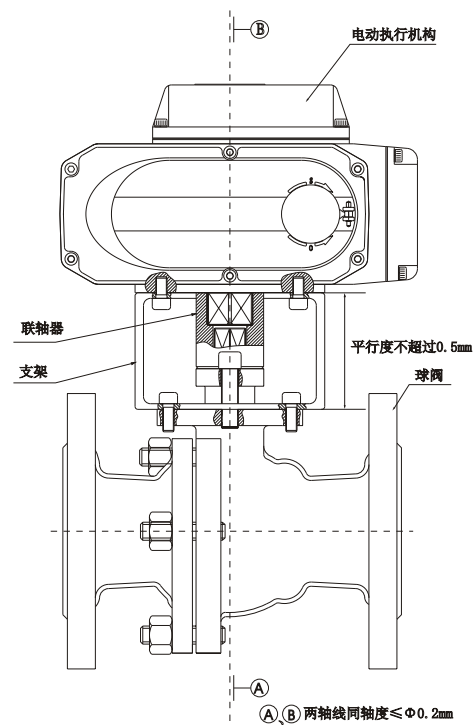
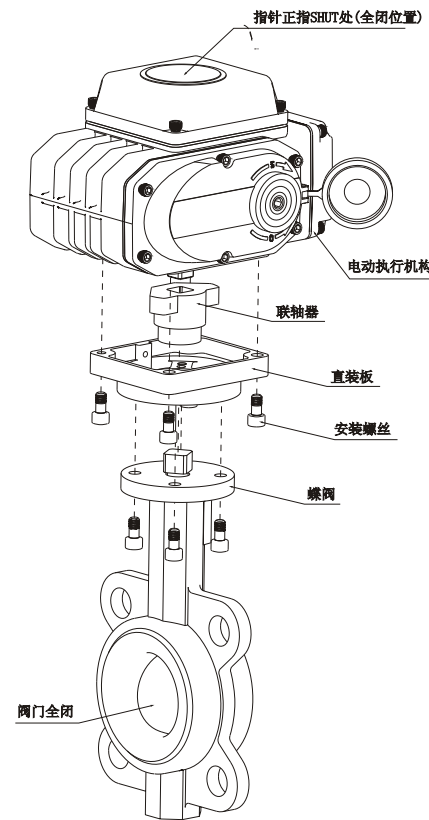

图3
图4
二、电动执行机构与阀体的安装(图3、图4)
- 支架、联轴器应由专业机械技术人员设计加工并符合（图3）的标注要求；